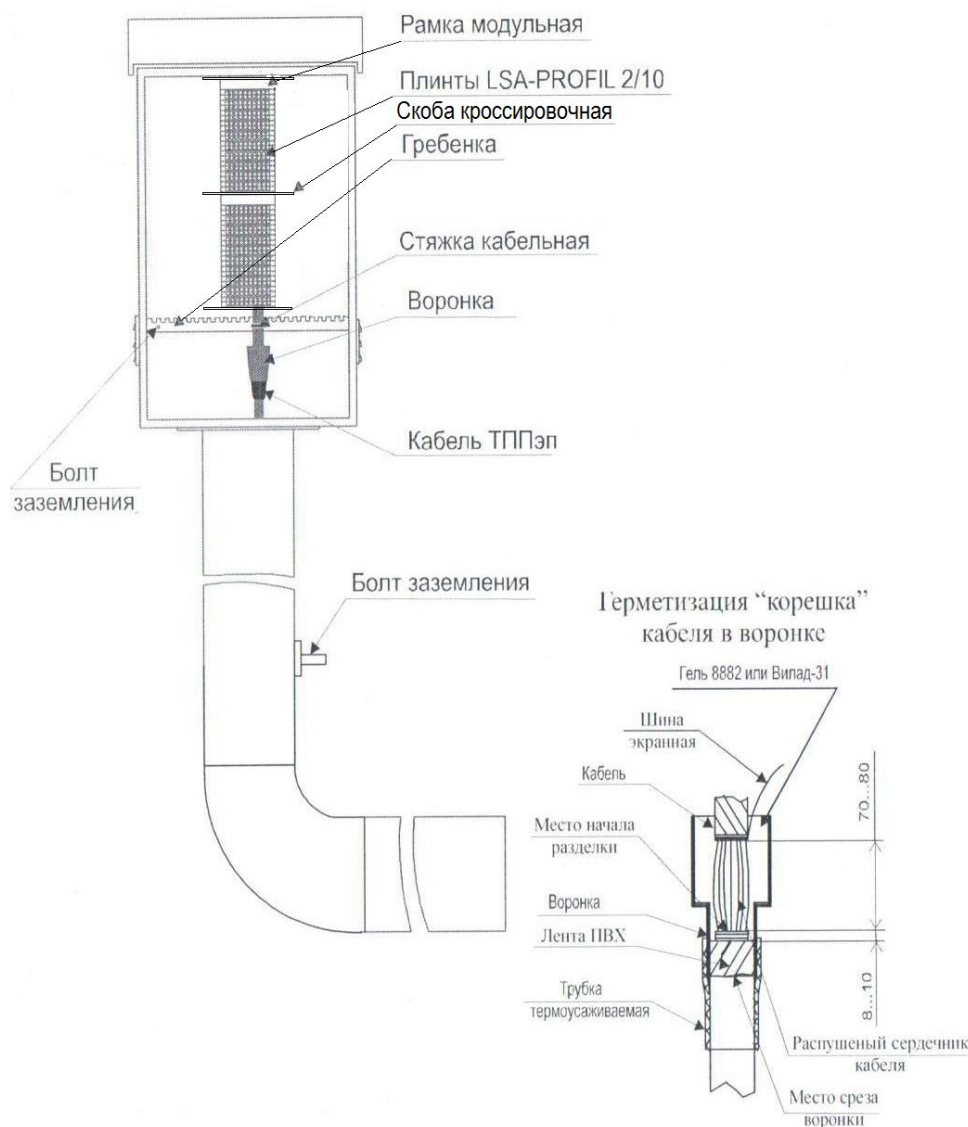

Рис.2. Схема разводки кабеля в шкафу
5.1.2. Протереть оболочку кабеля ветошью. Одеть на кабель термоусаживающуюся трубку ТУТ 60/20 длиной 60 мм (см. рис. 2).
5.1.9. Стык конуса воронки с оболочкой кабеля обмотать 4-5 слоями ПВХ. При этом каждый последующий слой должен перекрывать предыдущий на 50 %. На рис. 2 показан конец кабеля, подготовленный к герметизации.